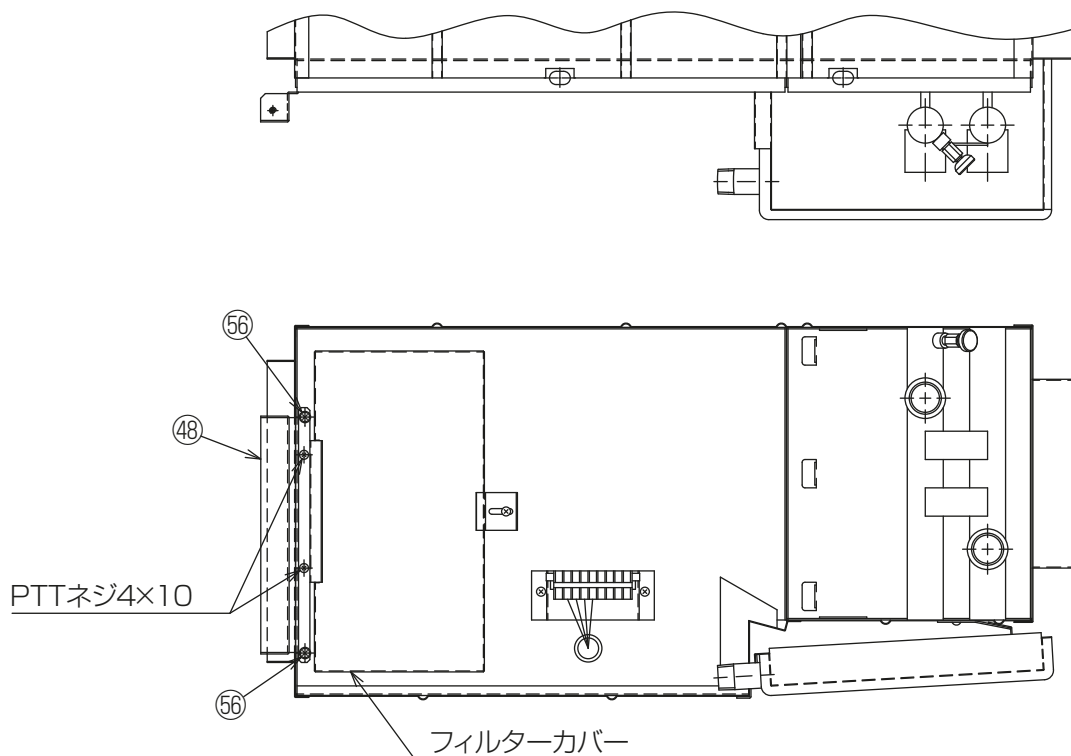

図21
- (2) 空調機本体の配管側サイドフレームに品番④⑧取付板1を品番⑤⑥座付タッピンネジ 5×10(2本)・PTTネジ 4×10(2本)にて取付けてください。取付後、取外したフィルターカバーを元通り取付けてください。[図21]